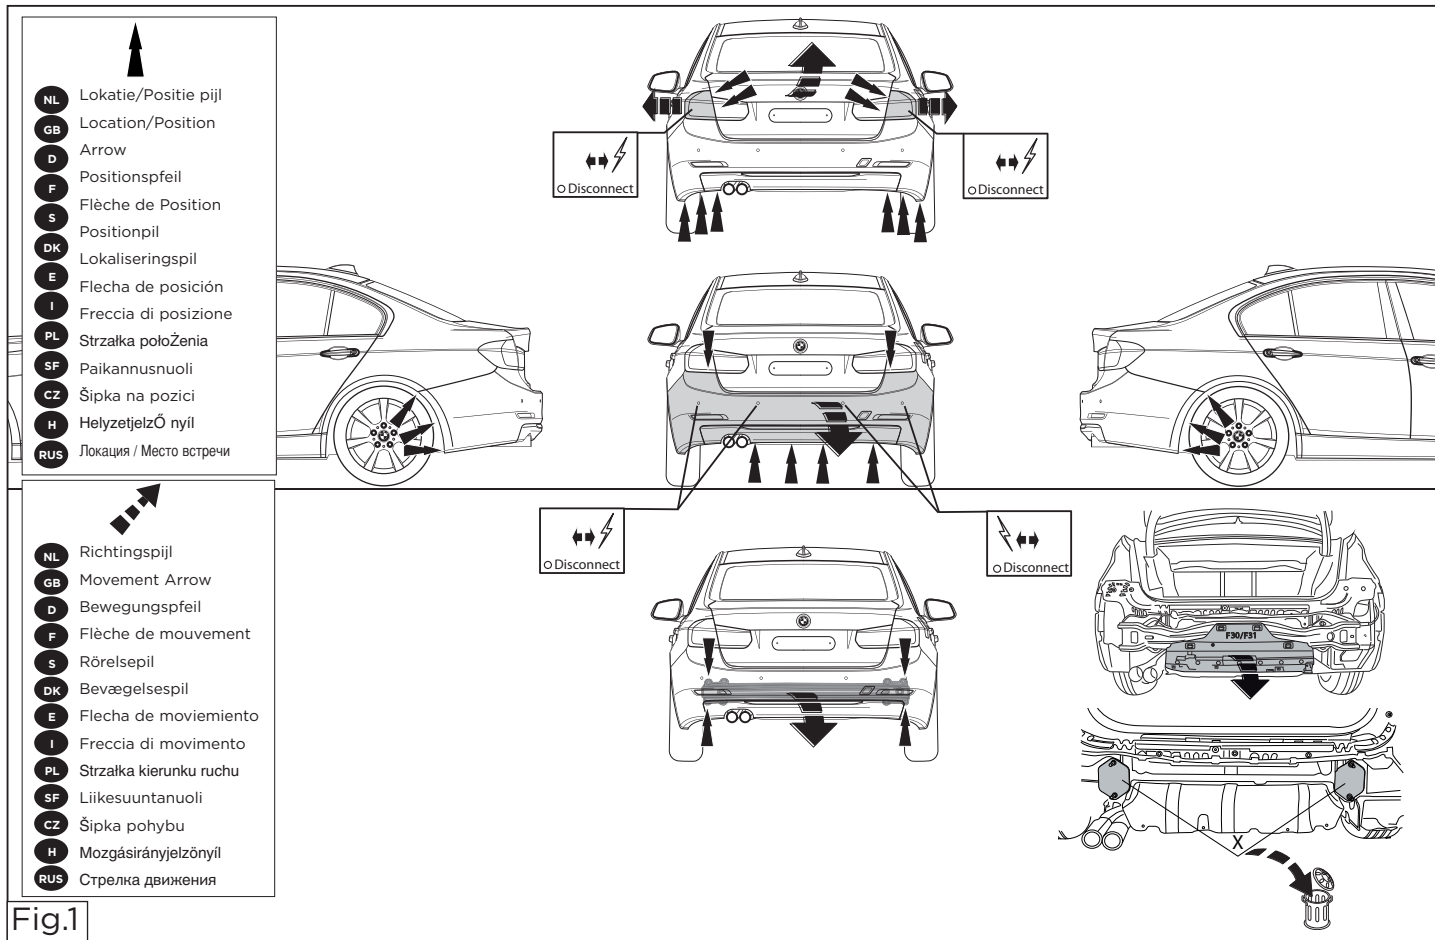

Fig.1
1. Снять оба блока задних фар. См. рисунок 1.
3. Снять бампер вместе со стальным буферным брусом автомобиля. Снять пластмассовый корпус с металлического буферного бруса. Буферный брус больше не понадобится. По мере необходимости, удалить наклейки на местах крепления X. См. рисунок 1.